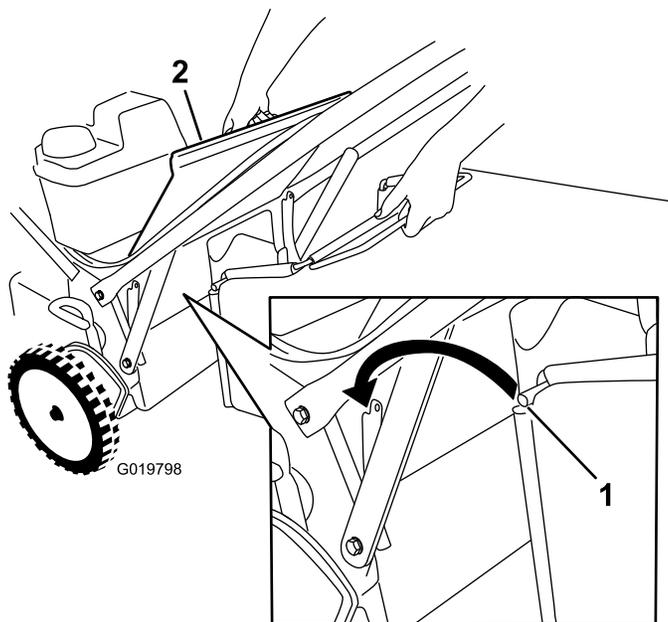

Figura 24
1. Erga e segure a porta traseira (Figura 24).
3. Instale a barra do saco nas ranhuras na base do manipulador e abane o saco para a frente e para trás para assegurar que a barra está encaixada na parte inferior de ambas as ranhuras; consulte a Figura 24.